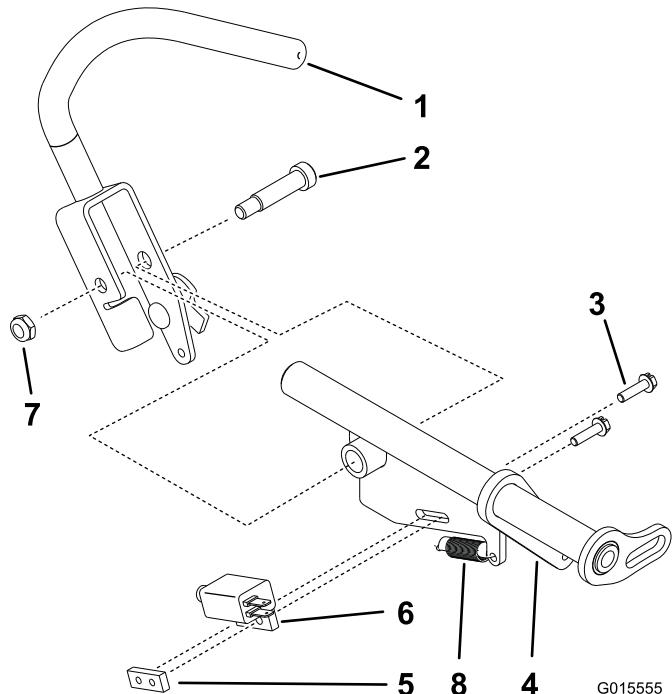

Figure 7
5. Décrochez le ressort du support de commande de déplacement droit (Figure 7).
6. Déposez le contacteur du support du support de commande de déplacement droit (Figure 7).
7. Retirez le boulon à épaulement et le levier de commande de déplacement droit du support correspondant (Figure 7).
1. Posez le levier de commande de déplacement droit sur le nouveau support de commande avec le boulon à épaulement et le contre-écrou existants (Figure 7).
2. Posez le contacteur OPC avec les vis et l'écrou de contacteur existants sur le support de commande de déplacement (Figure 7).
3. Accrochez le ressort existant au support de commande de déplacement droit et au levier de commande de déplacement droit existant (Figure 7).